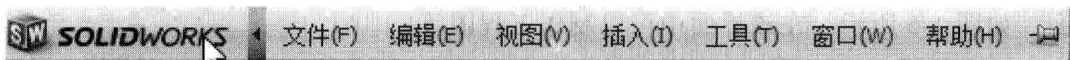

图 1-8 菜单浏览器
- ☆ 菜单浏览器——移动鼠标到菜单浏览器上，则会显示 SolidWorks 零件设计所有的菜单，如图 1-8 所示。